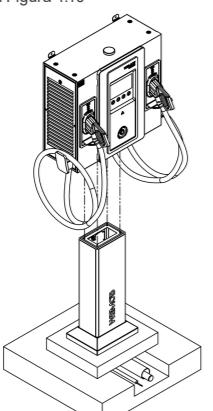

Figura 4.10: Exemplo fixação da estação WEMOB-STATION (60/80 kW) no totem
Finalizada a fixação do Totem à base de concreto, deve-se realizar a fixação da estação de recarga. A mesma deve ser feita através dos quatro (4) pontos nela existentes, utilizando quatro (4) parafusos sextavados M6, torque de aperto recomendado é de 10 Nm, de modo a garantir uma fixação segura para a estação de recarga e para o operador, conforme a Figura 4.10.